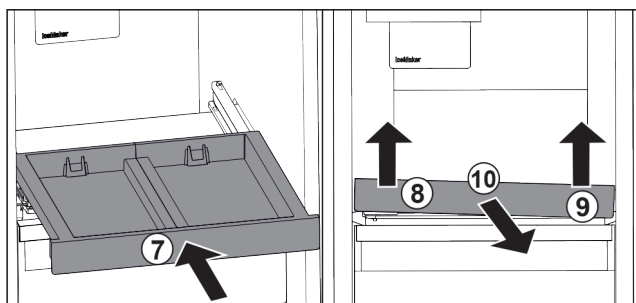

Fig. 20
- ▶ Zasuňte vysouvací přihrádku. Fig. 20 (7)
- ▶ Vysouvací přihrádku vpředu vlevo nadzvedněte. Fig. 20 (8)
- ▶ Vysouvací přihrádku vpředu vpravo nadzvedněte. Fig. 20 (9)
- ▶ Odeberte vysouvací přihrádku směrem dopředu. Fig. 20 (10)